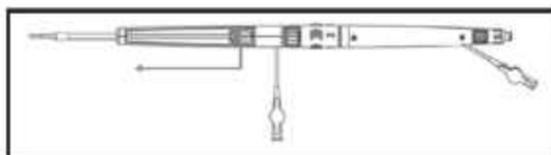

Figura 9.
3. Abra el bloqueo del mango delantero y retire la punta de la vaina articulada de la arteria carótida común izquierda manipulando, enderezando, girando e insertando o retirando el mango trasero y girando la perilla de articulación (2) hasta que la punta de la vaina articulada quede recta y dentro de la aorta.
4. Inserte por completo la vaina articulada desplazando hacia delante el mango trasero hasta que la perilla de articulación (2) entre en contacto con el bloqueo de mango delantero a fin de evitar interferencias con la vaina proximal o el filtro proximal durante la recuperación del filtro proximal. Cierre el bloqueo del mango delantero (consulte la figura 9).
5. Vuelva a introducir el filtro proximal en la vaina manteniendo el mango delantero en posición fija y desplazando poco a poco hacia delante el deslizador del filtro proximal (1) hasta que el marcador radiopaco de vaina proximal se alinee con la vaina articulada (según visualización mediante radioscopia). (consulte la figura 9). Durante este paso, procure que el mango delantero se mueva lo mínimo posible, tanto hacia delante como hacia atrás. Si el filtro proximal se mueve una vez implantado, podrían dañarse los vasos o perderse los desechos recogidos.